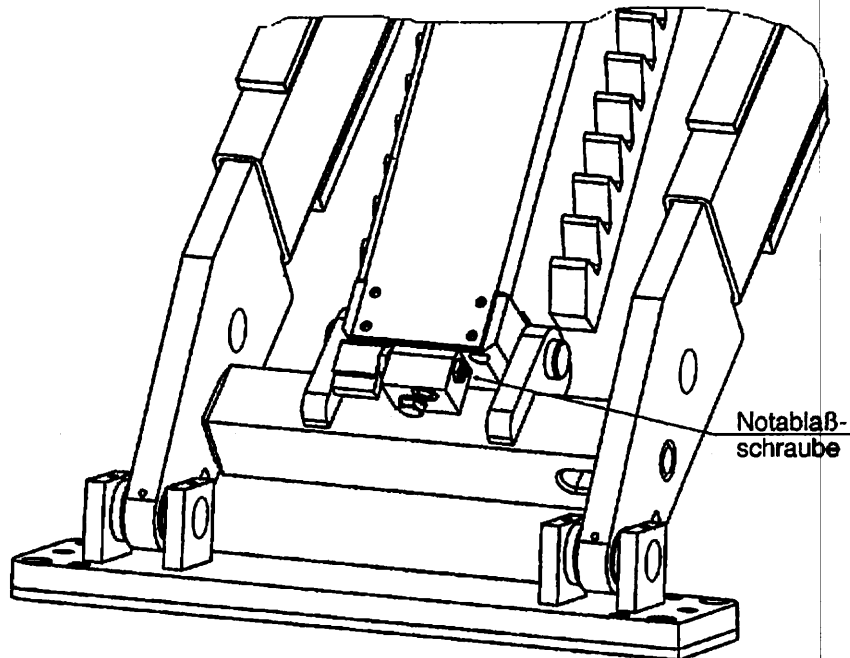

Bild 5: Lage der Notablaßschraube am Sperrblock am Zylinder
ablaßschraube (Gewindestift) um ca. eine Umdrehung eindrehen. Diese Maßnahme muß an beiden Hydraulikzylindern vorgenommen werden (siehe Bild 5).
- Sicherungsschraube (Kontermutter) der Notablaßschraube (rot gekennzeichnet) am Sicherheitsventil am Zylinderboden der Hebebühne lockern. Anschließend Notablaßschraube (Gewindestift) um ca. eine Umdrehung eindrehen (siehe Bild 5).
- Sicherungsschraube (Kontermutter) der Notablaßschraube (rot gekennzeichnet) am Sicherheitsventil am Zylinderboden des Folgezylinders lockern. Anschließend Notablaßschraube (Gewindestift) um ca. eine Umdrehung eindrehen (siehe Bild 5). Beim Eindrehen deises Gewindestiftes bewegt sich die folgeseite einige Zentimeter nach unten, bis sie auf dem gleichen Niveau ist, wie die Kommandoseite.